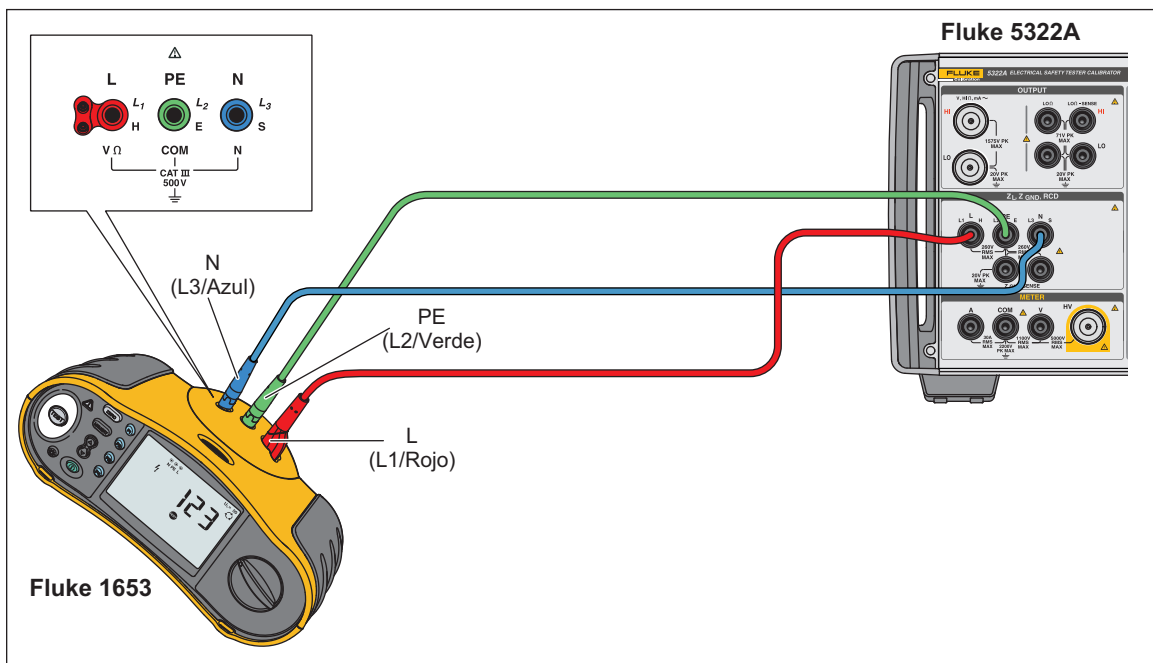

Figura 44. Calibración de impedancia de línea y buche en un Fluke 1653
2. Conecte el DUT a los terminales L, PE y N del Producto, como se muestra en la figura 44. En el caso de algunos comprobadores de impedancia de línea, PE no necesita estar conectado.
2. Conecte el DUT a los terminales L, PE y N del Producto, como se muestra en la figura 44.